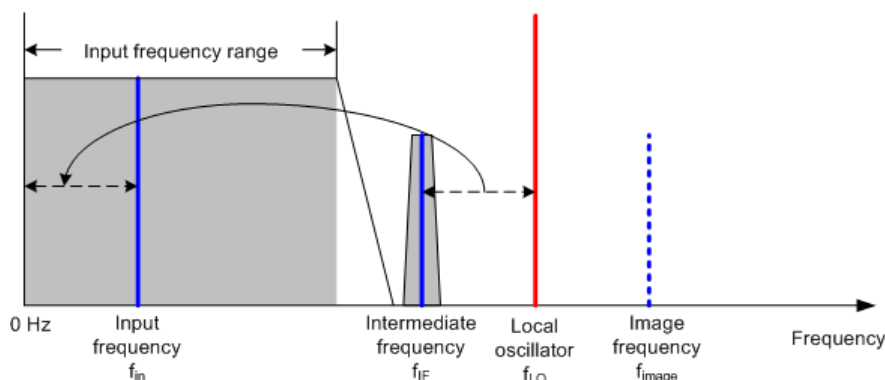

Abbildung 8-3: Mischvorgang
Der Mischer setzt das HF-Signal in eine feste Zwischenfrequenz (ZF) um. Dieser Vorgang läuft üblicherweise in mehreren Stufen ab. Er ist erst beendet, wenn Sie eine Zwischenfrequenz erhalten, für die gute Schmalbandfilter verfügbar sind. Der R&S ZVH benötigt drei Mischstufen, um eine Zwischenfrequenz zu erhalten, die der Filter verarbeiten kann. Abbildung 8-3 zeigt eine grafische Darstellung des Mischvorgangs.